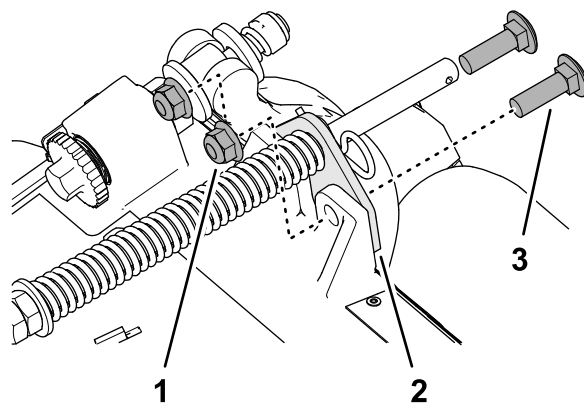

Bild 8
2. Entfernen Sie die beiden Sicherungsbundmutter ($\frac{3}{8}$ ") und die beiden Schlossschrauben ($\frac{3}{8}$ " x $1\frac{1}{4}$ "), mit denen die Halterung des Rasenkompensierung am Rahmen des Mähwerks befestigt ist (**Bild 8**).